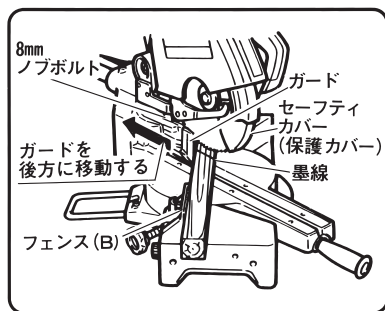

図 22
(2) 角度切断および複合切断（角度切断＋傾斜切断）の場合（図22）
8mmノブボルトをゆるめ、ガードを図22の矢印方向（後方）へずらし、フェンス面より出張らないようにしてください。